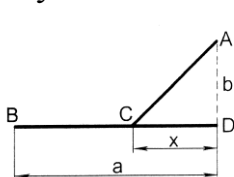

Рис. 5.2
5.2. Обабіч від залізниці у пункті A (рис.5.2) перебуває склад лісу. Цей ліс треба перевезти на станцію B . З цією метою вирішили від пункту A до пункту C (на залізниці) прокласти прямолінійний автомобільний шлях. Як треба вибрати положення x пункту C на залізниці, щоб перевезти ліс з A до B за найменший час, якщо швидкість руху по автомобільному шляху v_1 , а залізницею v_2 ($v_2 > v_1$)?